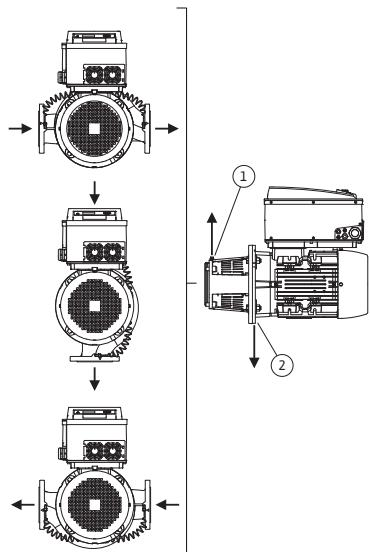
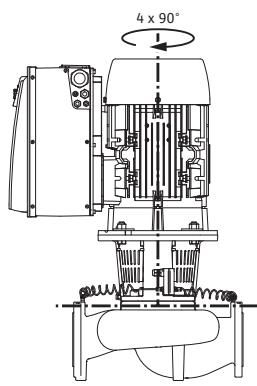

Fig. 18: Posizioni di montaggio ammesse con albero del motore orizzontale
Fig. 19: Posizioni di montaggio ammesse con albero del motore verticale
- La valvola di sfiato sulla lanterna (fig. 6, pos. 1.31) in caso di albero del motore orizzontale deve sempre essere rivolta verso l'alto (fig. 12). In caso di albero del motore verticale è permesso ogni orientamento. Vedere a questo riguardo anche Fig. 18: "Posizioni di montaggio ammesse con albero del motore orizzontale" a pagina 80e Fig. 19: "Posizioni di montaggio ammesse con albero del motore verticale" a pagina 80.
- Con albero del motore orizzontale è necessario che il foro di condensa sia rivolto verso il basso (fig. 18, pos.2). Eventualmente il motore deve essere ruotato corrispondentemente.